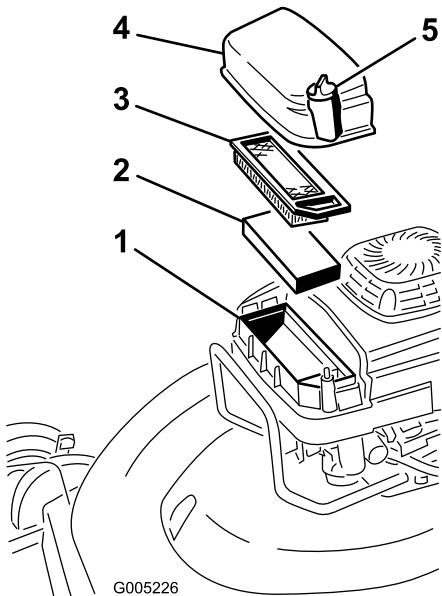

Figura 21
3. Desenrosque el tornillo que sujeta la tapa del limpiador de aire (Figura 21).
4. Retire la tapa y límpiala a fondo (Figura 21).
5. Retire el filtro de aire de papel y deséchelo (Figura 21).